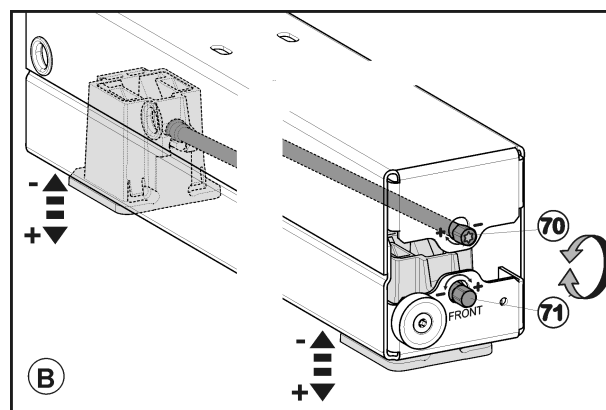

Fig. 43
- Alinee de manera uniforme los aparatos en cuanto a altura con los cuatro zócalos de ruedas. Utilice la posibilidad de ajuste superior (1/4") Fig. 43 (70) para la pata de ajuste trasera y la posibilidad de ajuste inferior (1/4") Fig. 43 (71) para la pata de ajuste delantera, respectivamente. Levante girando en el sentido de las agujas del reloj y baje girando en sentido contrario. Altura máxima de ajuste: 5/8 pulg (16 mm).